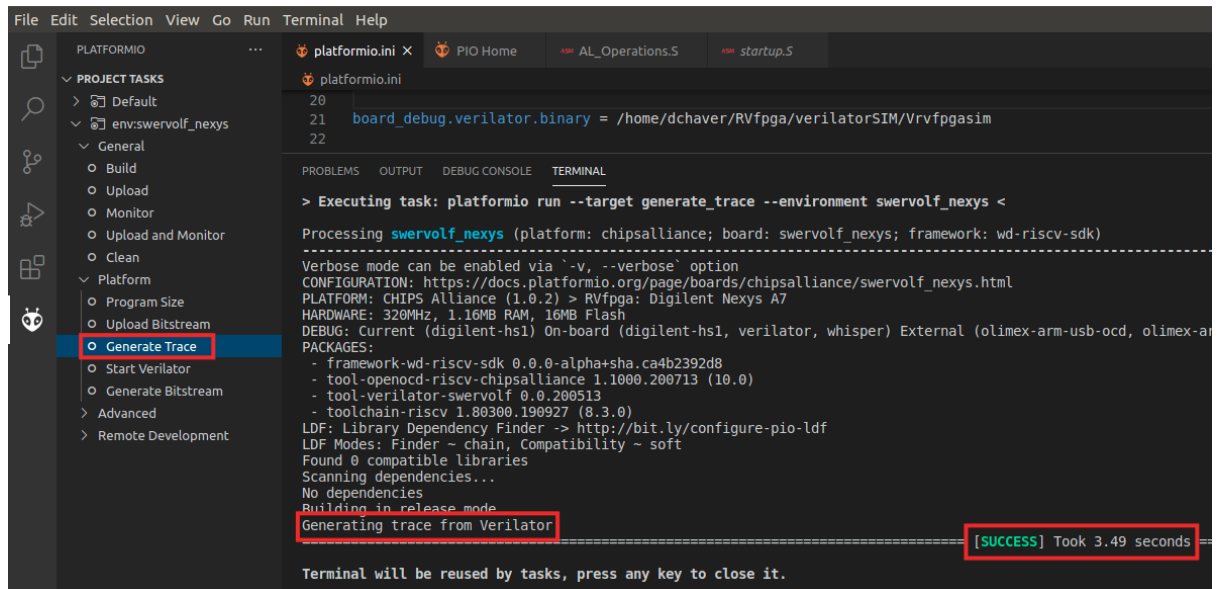

Figura 83. Geração do trace do Verilator
- Execute a simulação clicando no ícone PlatformIO na barra de menu à esquerda , depois expanda Project Tasks → env:swervolf_nexys → Platform e clique em Generate Trace, como mostra a Figura 83.